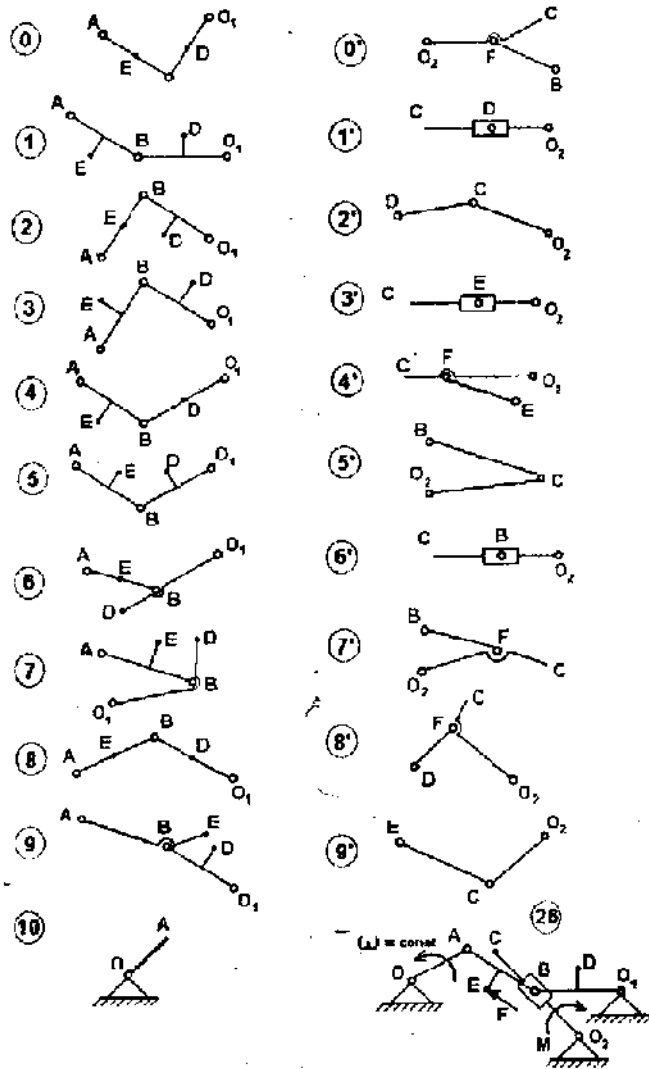

Рис. 2
Задача 2. Із початкового механізму, зображеного на рис. 2 (10), та двох груп Ассура, першу з яких взяти з рис. 2 (0-9), а другу — з рис. 2 (0'-9') (подібно до утворення механізму в задачі 1) і скласти механізм шляхом з'єднання ланок кінематичними парами O_1 і O_2 зі стояками, а однойменними літерами групи — один до одного, як це показано на рис. 2 (26) для студента, номер білета якого закінчується на цифру 26. Для одержаного механізму показати методику визначення лінійних швидкостей та прискорень позначених точок ланок шляхом побудови планів швидкостей та прискорень в довільно обраному положенні механізму. Визначити в загальному вигляді значення кутових швидкостей та прискорень ланок і показати на механізмі їх напрямки.
Задача 3. У механізмі, кінематику якого розглянуто в задачі 2, в точці Е перпендикулярно до осі ланки прикласти силу F , а до ланки CO_2 — крутний момент M , спрямований за годинниковою стрілкою, як це показано на рис. 2 (26). Ці сили вважати рівнодійними для всіх зовнішніх та інерційних сил. Використовуючи принцип кінетостатики, показати методику визначення реакцій в кінематичних парах та зрівноважувального моменту, прикладеного до початкової ланки.